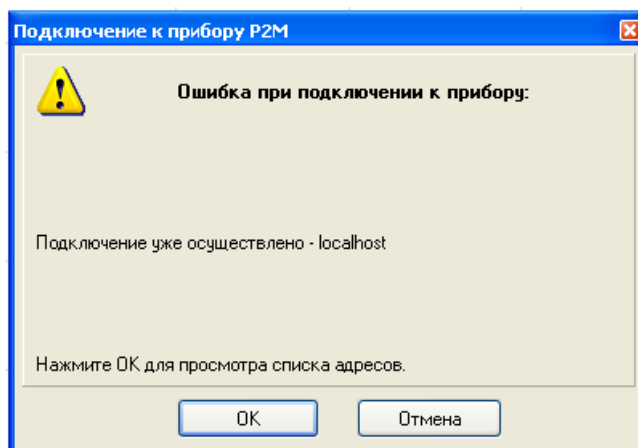

Рисунок 5.7 – Ошибка при подключении к прибору
5.3.6.2 Подключение к прибору – открывает диалог подключения к прибору. В случае если соединение с прибором или эмулятором уже осуществлено, тогда на экран будет выведена ошибка (рисунок 5.7). Диалог подключения к прибору откроется только, если данный экземпляр ПО не подключен к какому-либо прибору или эмулятору.